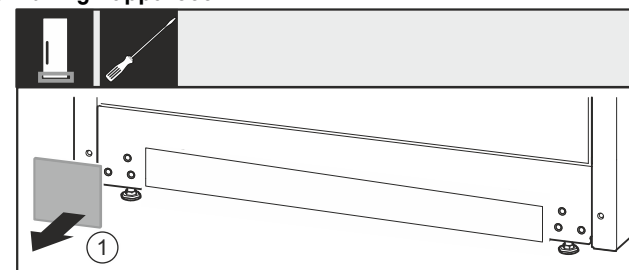

Fig. 24
- Rimuovere la copertura Fig. 24 (1).